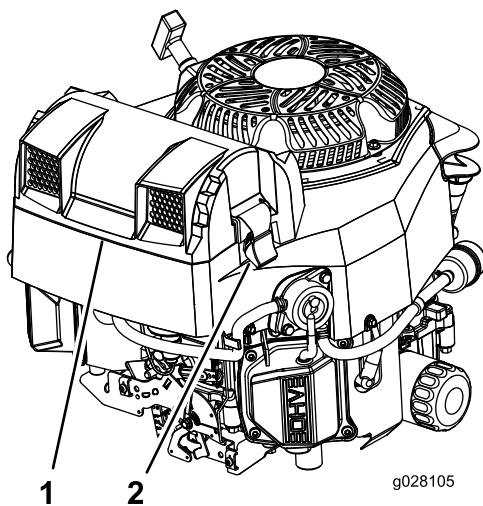

Figure 33
2. Déposez le couvercle pour accéder aux éléments filtrants (Figure 33).
3. Reposez le couvercle et fixez-le avec les verrous (Figure 33).